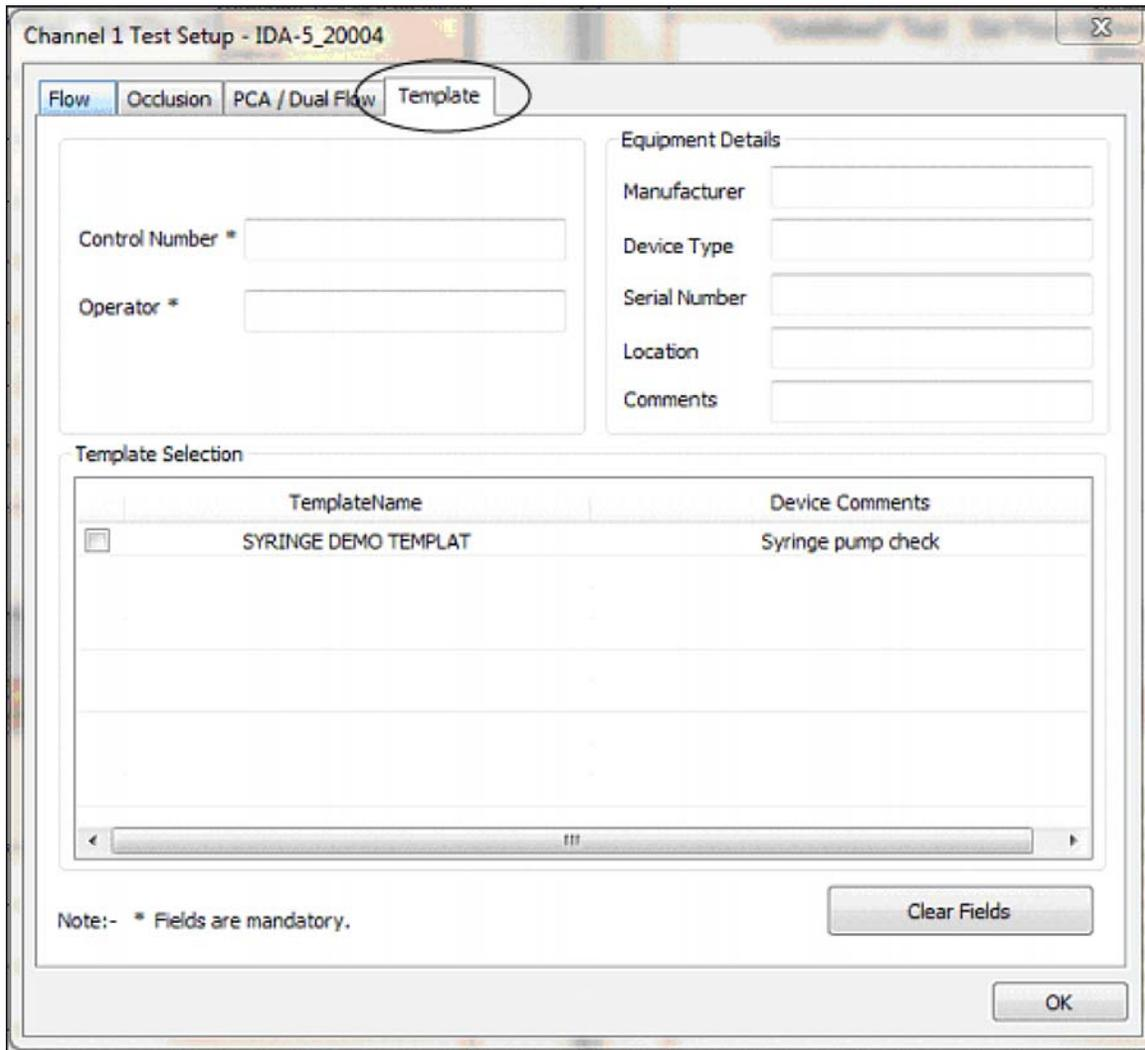

Abbildung 8. Dialogfeld „Template“ (Vorlage)
1. Wählen Sie die Registerkarte **Template** (Vorlage) aus. Siehe Abbildung 8.